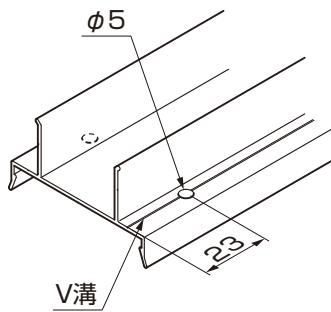
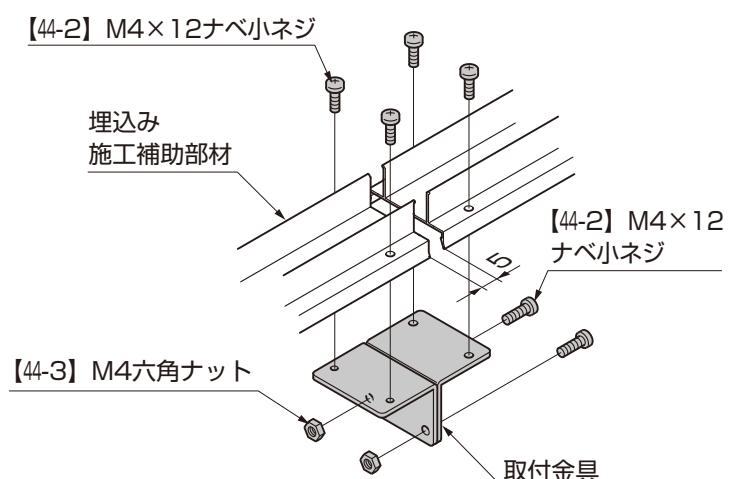

図9-3 連結仕様の場合
図9-4 連結仕様の場合
- ①埋込み施工補助部材を連結させる場合は、埋込み施工補助部材に穴加工をして取付金具を【44-2】、【44-3】で取付けてください。(図9-3、図9-4参照)